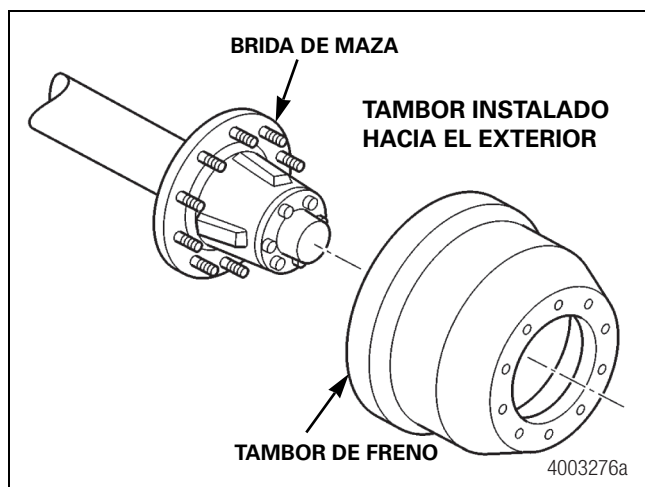

Figura 9.14
- **Tambores instalados hacia el exterior:** Con esta configuración, el tambor de freno se instala hacia el exterior de la brida de maza. Por lo tanto, la maza permanece en su sitio cuando se retira el tambor de freno. La principal ventaja de este diseño es que los cojinetes del extremo de rueda, los sellos y el lubricante pueden permanecer en su sitio durante el mantenimiento del freno. Figura 9.14.